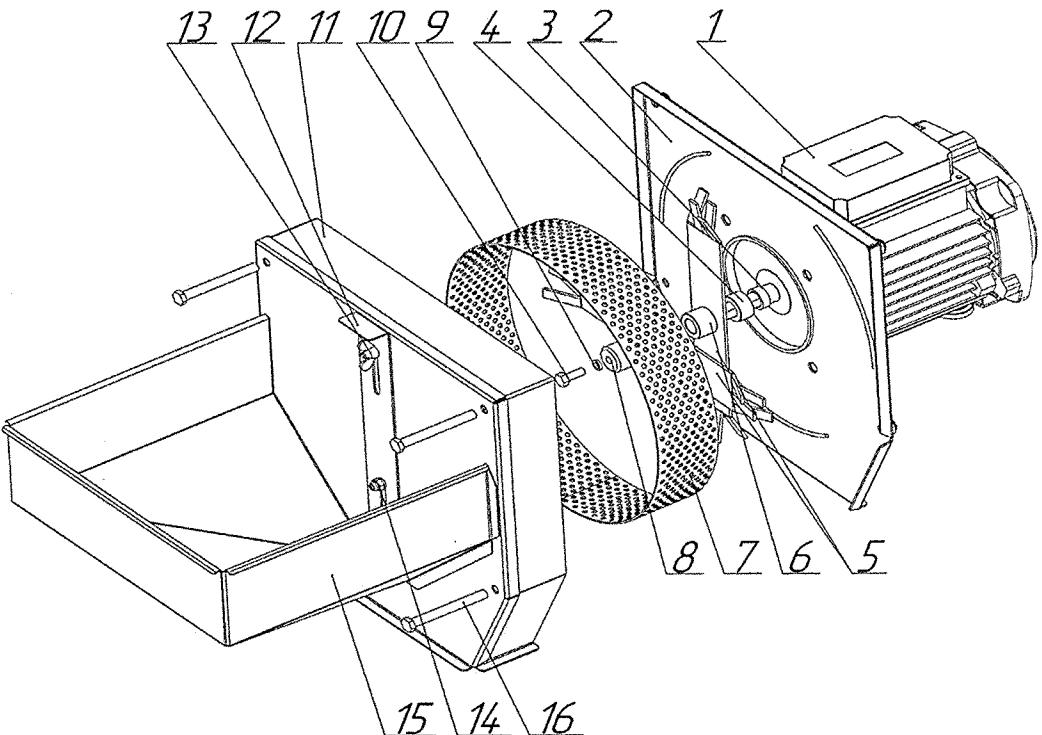

Рис.4 Устройство измельчителя
5.1. Измельчитель представляет собой моноблок, состоящий из электродвигателя и измельчительной части (рис. 4).
*Примечание. В связи с постоянным совершенствованием конструкция измельчителя может незначительно отличаться от изображенной на рис.4. Возможно применение других видов комплектующих изделий с соответствующими параметрами.*